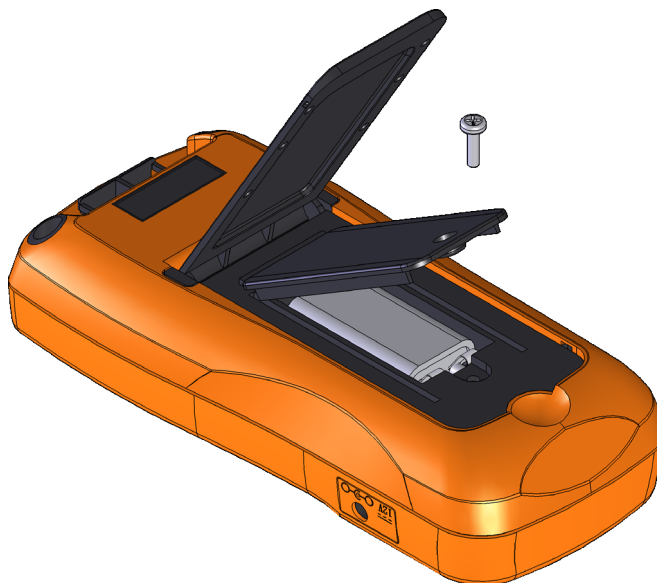

Figure 1-1 Installation des piles
- 1 Ouvrez le compartiment des piles.** Levez le socle inclinable. A l'aide d'un tournevis cruciforme, retirez la vis et enlevez le capot, comme indiqué dans la Figure 1-1.